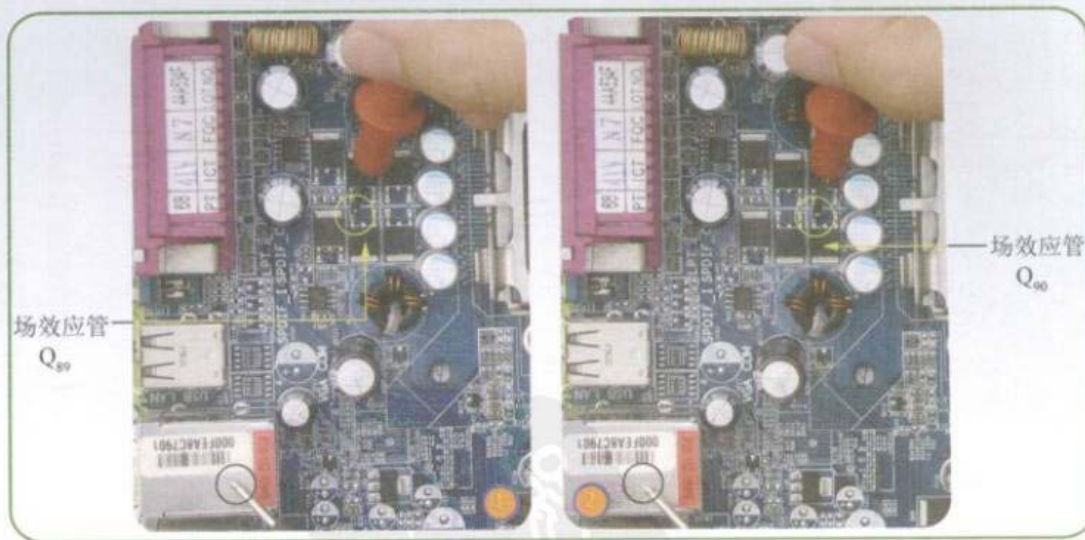

图8-54 测量低端门场效应管接地的线路
**Step 02** 测量低端门场效应管  $Q_{89}$  和  $Q_{90}$  的S极接地的线路, 如图8-54所示。